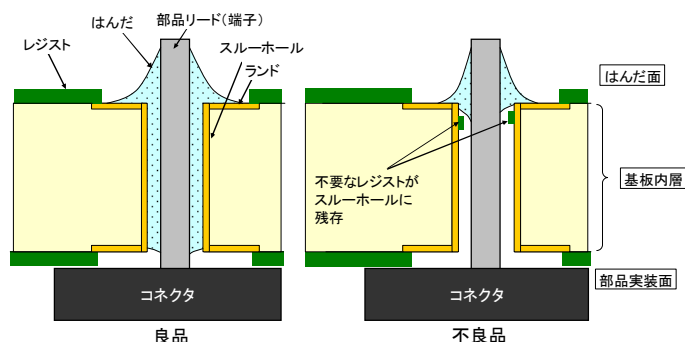

図1. 良品と不良品のはんだの差異
製造当時、はんだ面側(図 1 参照)からのみ基板のはんだ付け状態をチェックしていたため、スルーホール内にはんだが十分になじんでいない基板を見つけることができませんでした。また、最終出荷試験の時点では接触不良が発生しておらず、出荷に至りました。
(1) 不具合発生防止対策
- ① レジスト印刷工程における、不要レジスト除去作業の徹底（実施記録の追加）
- ② 基板製造ロット毎に、不要レジストが残存していないことを確認する試験の追加
(2) 不具合品の流出防止対策
- ① はんだ面側だけでなく部品実装面側（図1参照）からの、はんだ状態目視検査追加
- ② 基板の製造工程において、はんだの修正率が管理基準を超えた場合の原因究明および出荷可否を判定する体制の構築